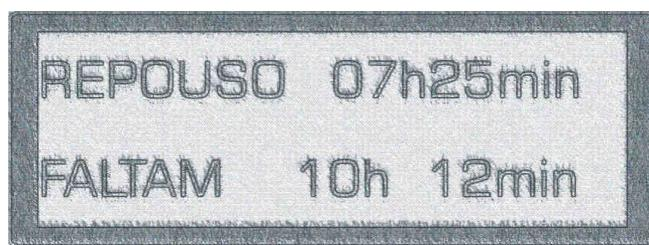

Figura 40
- “Repouso” conforme **figura 40**, neste caso indica que: